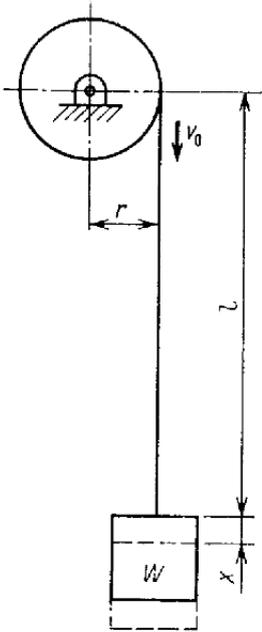

Рис.1
**Ситуация 1.** Клеть массой  $m$  (рис.1) подвешена на гибком тросе с площадью поперечного сечения  $S$  и модулем упругости  $E$ . Клеть опускалась вниз с постоянной скоростью  $v_0$ , когда в лебедке включился тормоз, вызывающий угловое ускорение  $\varepsilon = -\frac{a}{r}$ , где  $r$ - радиус подъемного барабана. При этом условии трос перестанет раскручиваться через промежуток времени  $t_1$ , считая от момента времени  $t = 0$ , когда был включен тормоз. Найти: 1) время торможения  $t_1$ ; 2) перемещение клетки на интервале времени  $0 \leq t \leq t_1$ , полагая, что длина троса равна  $l$ , и она мало изменяется в процессе торможения; 3) перемещение клетки на интервале времени  $t_1 \leq t$ , рассмотреть варианты а)  $t_1 = \frac{1}{2}\tau$ ; б)  $t_1 = \tau$ , в)  $t_1 = \frac{3}{4}\tau$ ; где  $\tau$  - период собственных колебаний клетки. Изобразить графики движения. Выяснить, при каком  $t_1$  торможение и остановка барабана не приведет к колебаниям клетки?